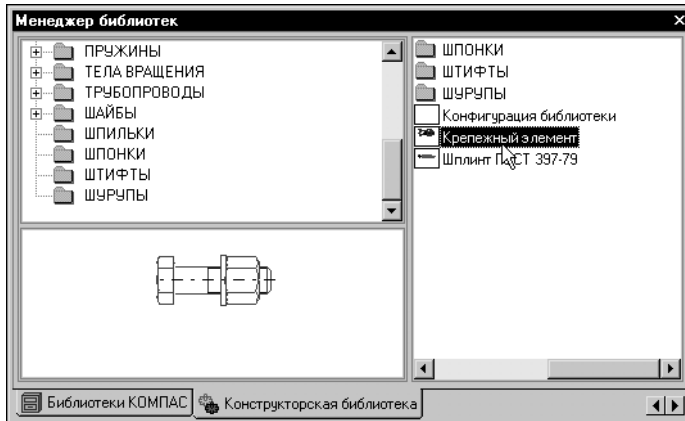

Рис. 44.14. Выбор объекта из Конструкторской библиотеки
10. В списке элементов библиотеки выберите *Крепежный элемент* (рис. 44.14).